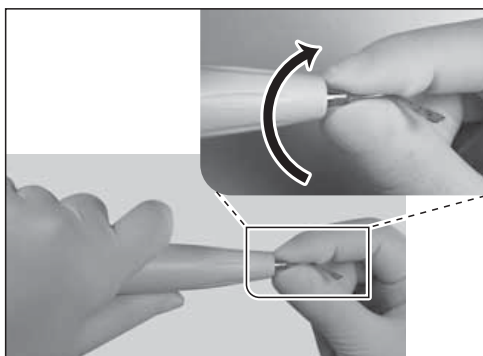

Рис.19
- 1) Сначала аккуратно накрутите насадку вручную (Рис. 19).